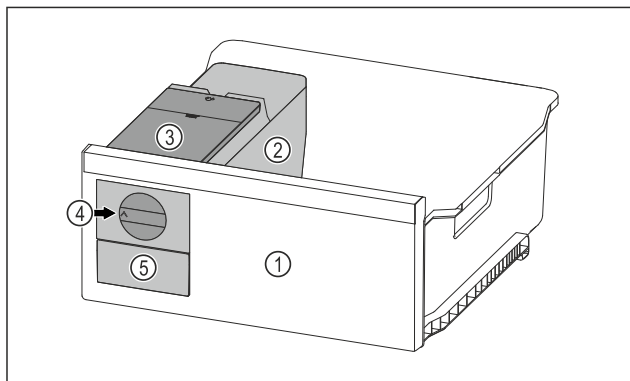

Fig. 70 Ilustrační zobrazení
- ▶ Otočte otočný knoflík Fig. 70 (4) ve směru hodinových ručiček až na doraz.
- ▷ Kostky ledu padají z misky na kostky ledu do zásuvky na kostky ledu Fig. 70 (5). Pokud se ze misky na kostky ledu neuvolní všechny kostky ledu: